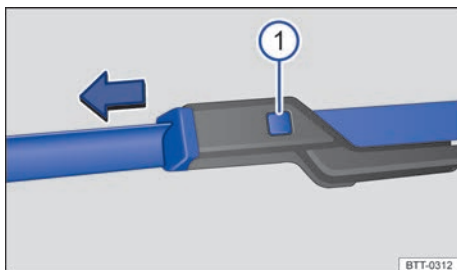

Fig. 134 Cambiar las escobillas de los limpiaparabrisas.
- Mantenga la tecla de desbloqueo → fig. 134 ① pulsada y, al mismo tiempo, retire la escobilla de los limpiaparabrisas en el sentido de la flecha.